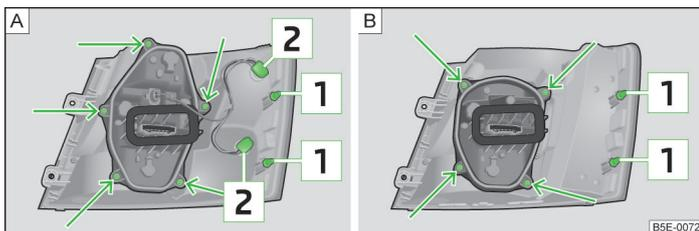

Abb. 183 Äußerer Teil der Leuchte: Grundleuchte / Leuchte mit LED-Dioden
- › Die Rückleuchte vorsichtig in die Karosserie hineindrücken, sodass die Bolzen » Abb. 183 auf Seite 213 an der Leuchte in die Aufnahmen in der Karosserie eingreifen » .
- › Die Lampenfassung **[Z]** » Abb. 183 **entgegen dem** Uhrzeigersinn drehen und aus dem Leuchtengehäuse herausnehmen.
- › Den Lampenhalter » Abb. 183 - **[A]** bzw. **[B]** mit dem Schraubendreher aus dem Bordwerkzeug abschrauben und den Lampenhalter aus der Rückleuchte herausnehmen.
- › Die Lampenfassung bis zum Anschlag **entgegen dem** Uhrzeigersinn drehen und aus dem Leuchtengehäuse » Abb. 183 - **[C]** bzw. **[D]** herausnehmen.